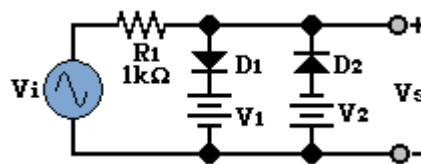

Figura 4.1
- Arme el circuito mostrado en la figura 4.1. Con una señal senoidal de 12Vpp, a 1kHz.